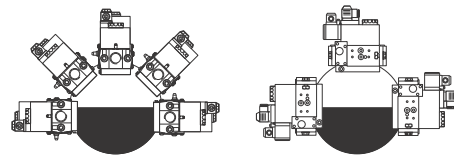

Рис. 6
3. Установить Мультиблок между резьбовыми фланцами (Рис. 6)